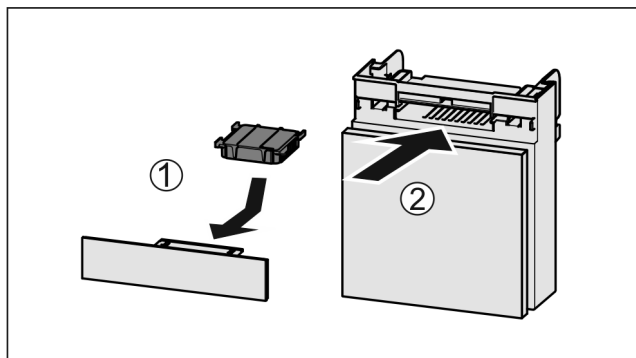

Fig. 99
- ▶ Wkładać Fig. 99 (1) filtr z węglem aktywowanym zgodnie z ilustracją.
- ▶ Wsunąć komorę Fig. 99 (2).